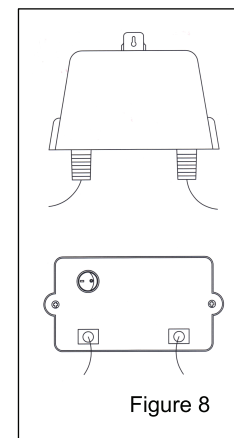

Figure 8
10. If the light is not on, press the switch below the transformer case. See Figure 8
10. Si la lumière ne s'allume pas, appuyer sur l'interrupteur sous le boîtier du transformateur – figure 8.